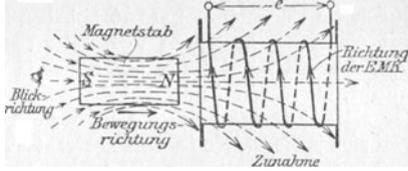

Abb. 50. Erläuterung zur Bestimmung der Richtung des Induktionsstromes in einer Spule.
2. Bringt man eine Drahtschleife, die mit einem Galvanometer verbunden ist, in ein magnetisches Feld, so zeigt das Galvanometer einen Ausschlag an, wenn sich die von der Drahtschleife umschlossene Feldlinienzahl ändert. Wie die Änderung zustande kommt, ist gleichgültig. In Abb. 50 ist ein Magnetstab mit seinen Feldlinien dargestellt, der auf eine Spule zu bewegt wird. In den Windungen entsteht eine EMK, die in dem durch das Galvanometer geschlossenen Stromkreis den Strom hervorruft, der den Ausschlag erzeugt.
Blickt man in der Richtung der Feldlinien auf die Spule (d. h. sieht man den Südpol des Magneten an), so entsteht bei einer Zunahme der Feldlinien eine EMK, die bei geschlossenem Stromkreise einen Strom im entgegengesetzten Drehungssinne des Uhrzeigers, bei einer Abnahme im Drehungssinne hervorgerufen würde. (Vgl. Abb. 50, die einer Zunahme der Feldlinien entspricht.)
wo Φ die Anzahl der Feldlinien, ausgedrückt in Maxwell, die zur Zeit t von den w Windungen umschlossen werden, bezeichnet. Nimmt Φ zu, so ist $d\Phi$ positiv, demnach e negativ, d. h. der im geschlossenen Stromkreis entstehende Strom fließt für den Beschauer in Abb. 50 im entgegengesetzten Sinne des Uhrzeigers.
132. Der in Aufgabe 115 beschriebene Magnetstab von 2 cm Durchmesser wird, wie dort angegeben, von 5000 Maxwell durchsetzt. Derselbe wird rasch, aus großer Entfernung, in eine Spule (Induktionsspule genannt) hineingestoßen (vgl. Abb. 50), so daß Spulenmitte und Stabmitte zusammenfallen. Die Induktionsspule besitzt 500 [800] Windungen und 2 [10] Ω Widerstand.
Das Zeichen — sagt aus, daß der Strom für den Beschauer im entgegengesetzten Sinne des Uhrzeigers fließt (siehe Abb. 50).